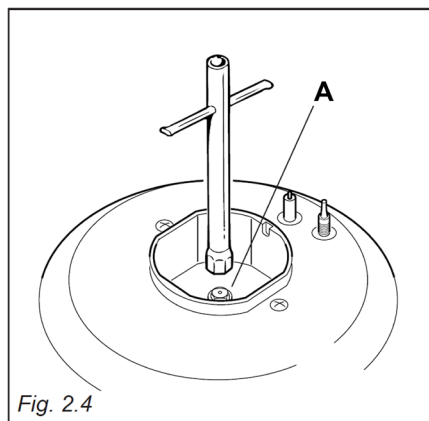

Fig. 2.4
- Sustituya las boquillas “A” (fig. 2.4 - 2.5) por las adecuadas al tipo de gas que se va a utilizar, utilizando una llave fija.